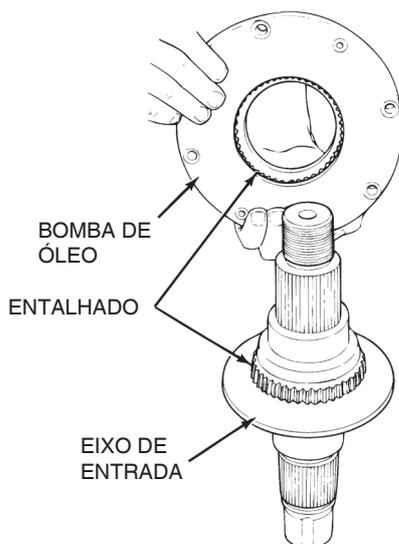

Figura 5.70
- Se a versão da bomba com estriado for usada, verifique que as estrias na bomba estejam alinhadas com as estrias no eixo de entrada. Figura 5.70.